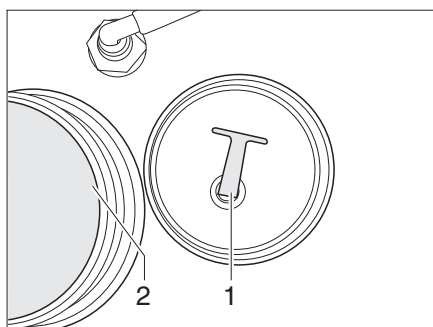

Fig. 369 Tappo di chiusura
- Svitare il tappo di chiusura (Fig. 369,1) dall'apertura di scarico (Fig. 369,2). L'acqua fuoriesce.